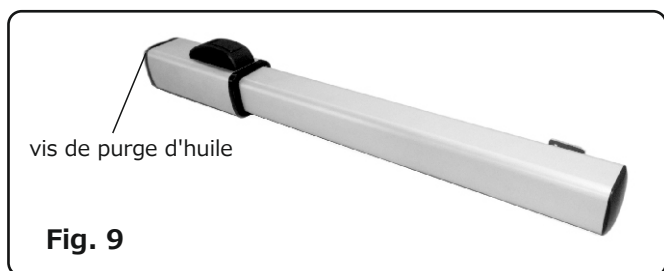

Fig. 9
- Retirer la vis de purge (Fig. 9).